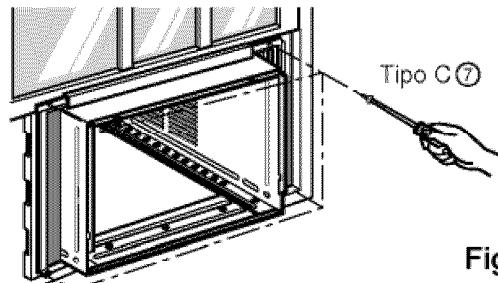

Fig. 6
- 9** Agregue cada marco de la cortina **①** de la hoja de la ventana usando tornillos **⑦** (Tipo C). (ver Fig. 6)